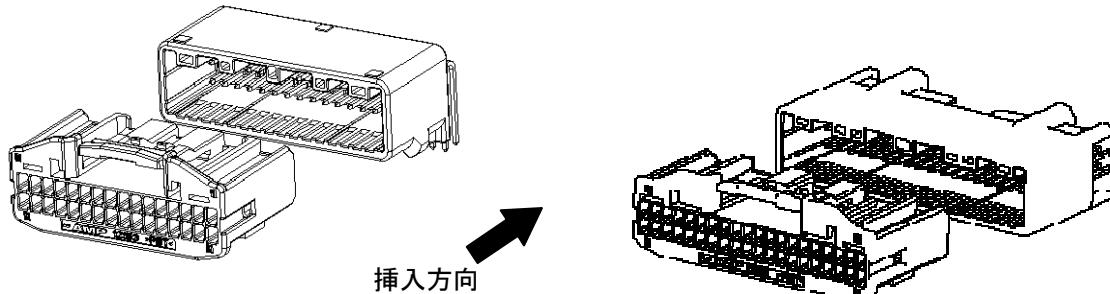

Fig.15
(3) 指定のメス・ハウジングをオス・コネクタにFig.15 のような向きに真っ直ぐ挿入して下さい。